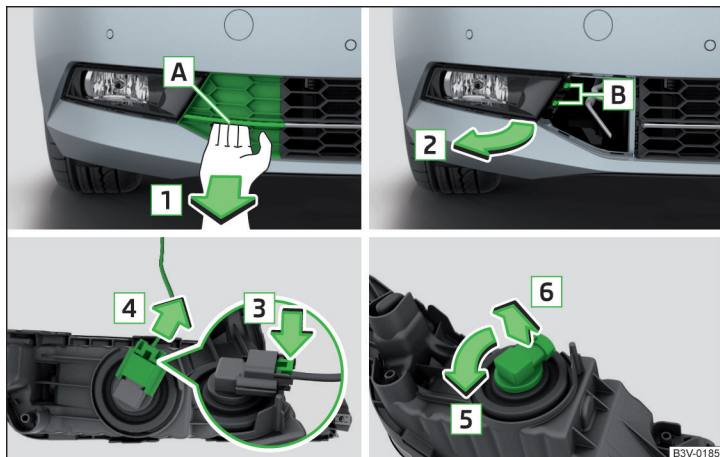

Abb. 273 Nebelscheinwerfer ausbauen / Glühlampe wechseln
- Den Nebelscheinwerfer entgegen der Pfeilrichtung **2** » Abb. 273 einsetzen und festschrauben.